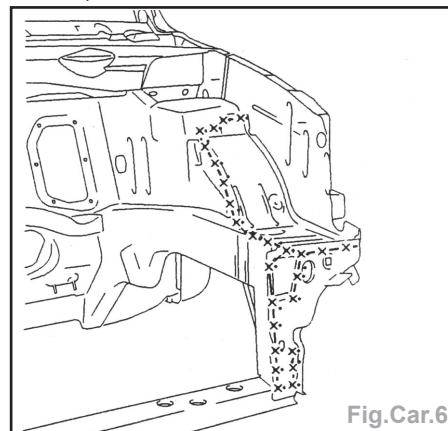

Fig.Car.6
- Découper par fraisage les points (Fig.Car.6).